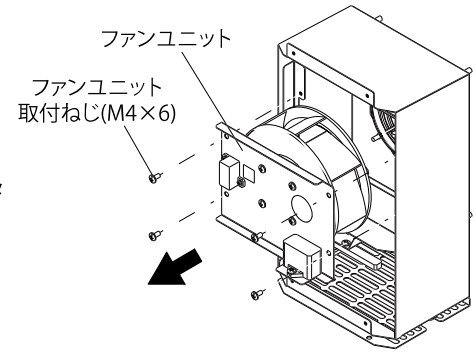

図7 ファンユニット取外し
- ③ ファンユニット取付ねじ(M4×6)4ヶ所をゆるめ、ファンユニットを交換してください。(図7参照)
- ④ ①~③と逆の手順で、ファンユニットを取付け、電源コネクタを接続し、カバーを取付けてください。